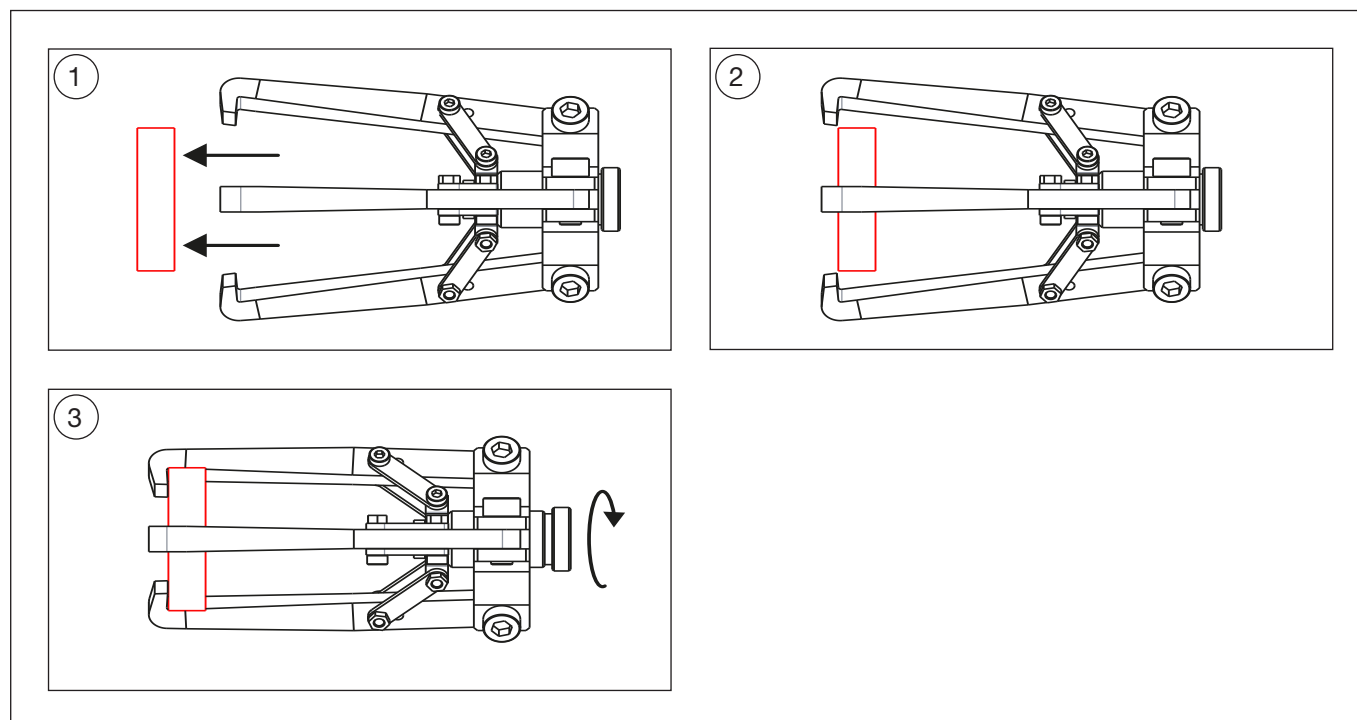

Figura 6: Fasi operative dell'estrattore. Estrazione di un pezzo esterno.
1. Posizionare l'estrattore sul particolare da rimuovere. Fare riferimento alla Figura 6, immagini da 1 a 3, per le fasi successive.